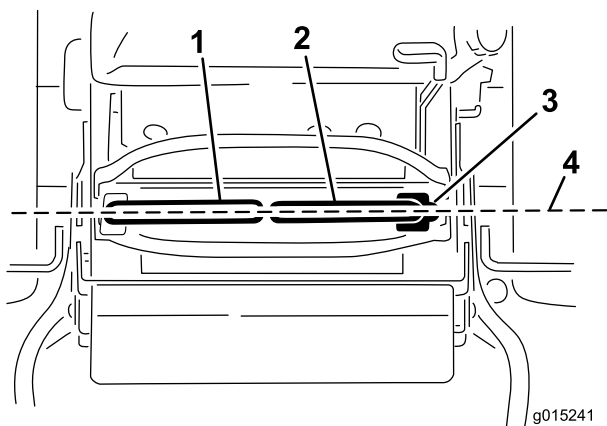

図 19
重要 Eコントロールレバーの調整が終わったあとは、試運転を行なって走行状態を確認してください。コントロールレバーの前後整列調整も、同じ手順で行ないます（図 19）。
1. まず最初に水平調整を行い、その後に前後調整を行うようにしてください（図 19）。